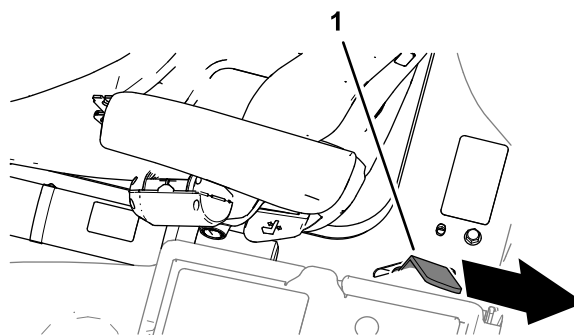

Figure 14
3. Abaissez complètement la plate-forme et déplacez la poignée de verrouillage vers l'arrière de la machine jusqu'à ce que les crochets du verrou s'engagent complètement sur la barre de verrouillage (Figure 14).